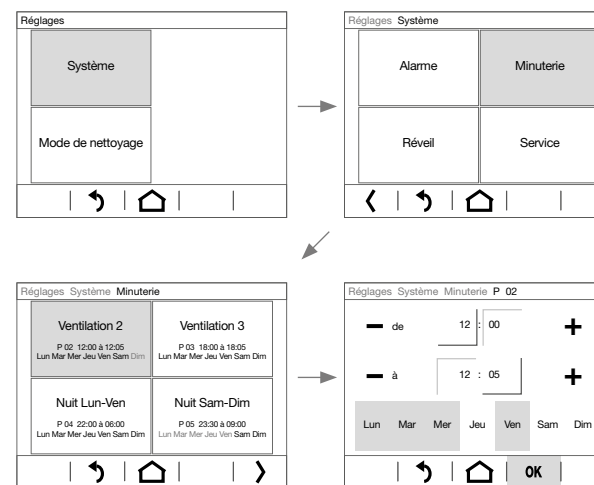

Figure 6 : modification d'une période
Réglage de l'horloge (figure 6)
Le menu **Minuterie** permet de modifier jusqu'à 16 périodes récurrentes avec point de départ et d'arrêt réglables. Chaque période est affectée à une fonction automatique, par ex. coupure de nuit Lu-Ve de 22:00 à 06:00 (figure 6). Cette période peut être affectée à un, deux, ... tous les jours de la semaine.
■ Avec **⚙**, accéder au menu **Réglages**, sélectionner **Système** et **Minuterie**. L'affichage bascule dans le menu Horloge. Les périodes programmées s'affichent (figure 6).